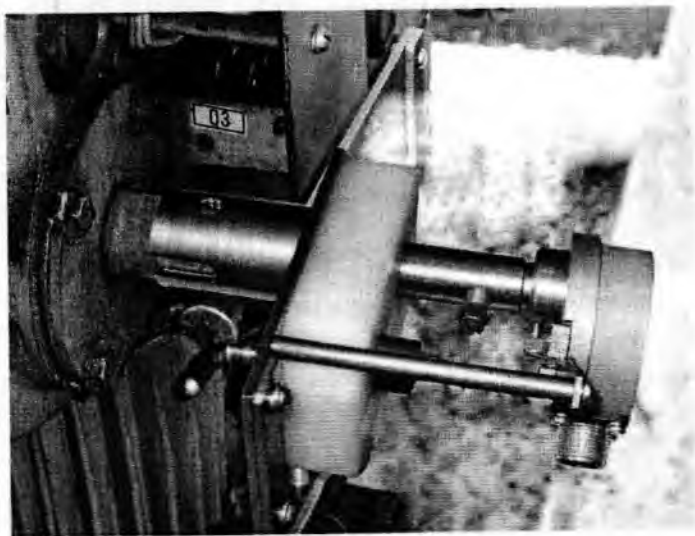

Рис.11.2. Датчик ДП21 на валу привода устройства РПН
- ж) при совпадении указанных в пункте е) диаметров установить УС-1 с закрепленным на нём датчиком на вал привода устройства РПН (рис.11.2);